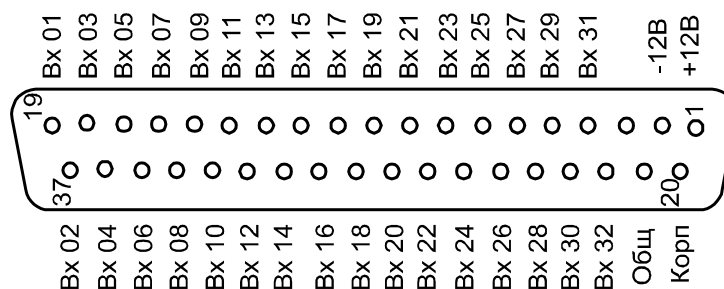
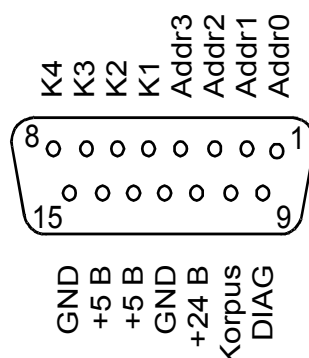

Рисунок 18: Назначение контактов разъёма аналоговых сигналов
Рисунок 19: Назначение контактов разъёмов подключения блоков сбора дискретных сигналов
6.3.2 Концентратор оснащён разъёмом аналоговых сигналов X1 (рисунок 18), к которому подключается кабель от модуля преобразователей с аналоговым выходом и двумя разъёмами дискретных сигналов X2, X3 (рисунок 19), к которым подключаются блоки сбора дискретных сигналов БКД-64 или БКД-64-5В.